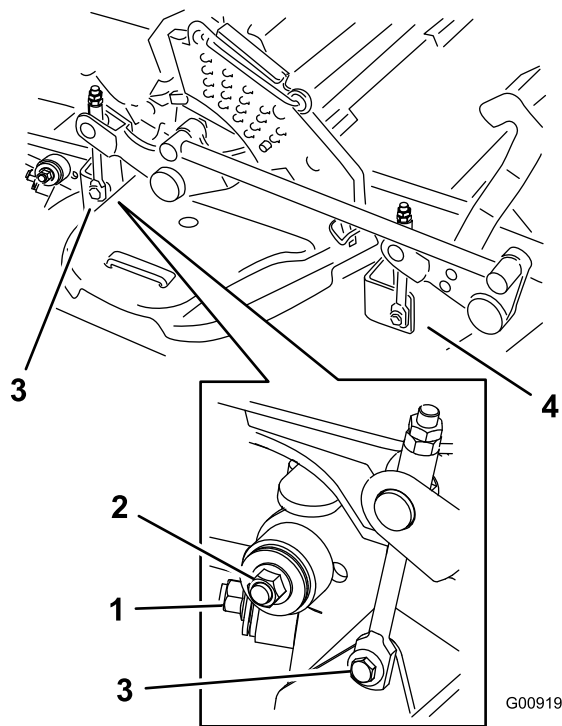

Bild 101
8. Entfernen Sie die Schrauben an beiden Seiten des Mähwerks (bewahren Sie sie auf), wie in Bild 101 dargestellt.